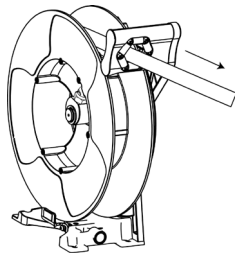

FIG 6.
1. Unwind the hose completely and search for the ratchet blocking position (Fig. 6).
1. Dra ut slangen helt och hitta spärrläget (Fig. 6).